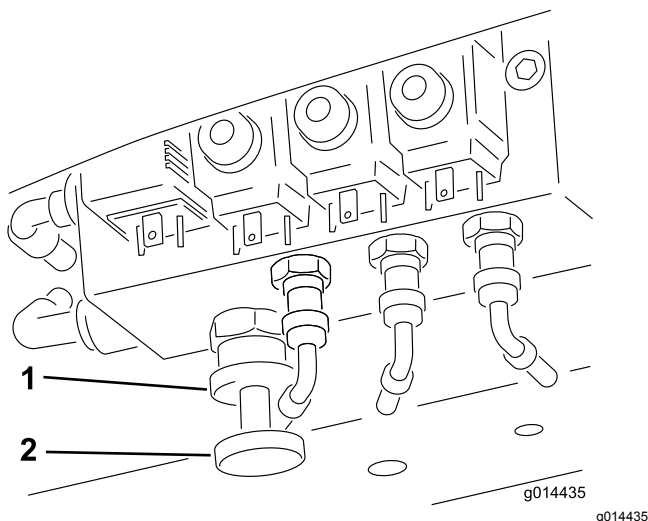

Figura 36
**Para activar la transferencia de peso:** Puede variarse la cantidad de peso transferida dependiendo de las condiciones de trabajo, girando la rueda de transferencia manual de peso (Figura 36):
1. Afloje la contratuerca de la válvula  $\frac{1}{2}$  vuelta en sentido antihorario y sujétela en esa posición (Figura 36).
2. Gire la rueda manual de la válvula (Figura 36) en sentido antihorario para reducir la transferencia de peso o en sentido horario para aumentar la transferencia de peso.